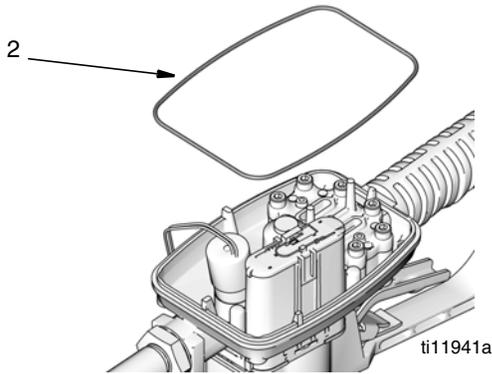

FIG. 6
- Instale nuevas juntas o-ring (2) (FIG. 6).